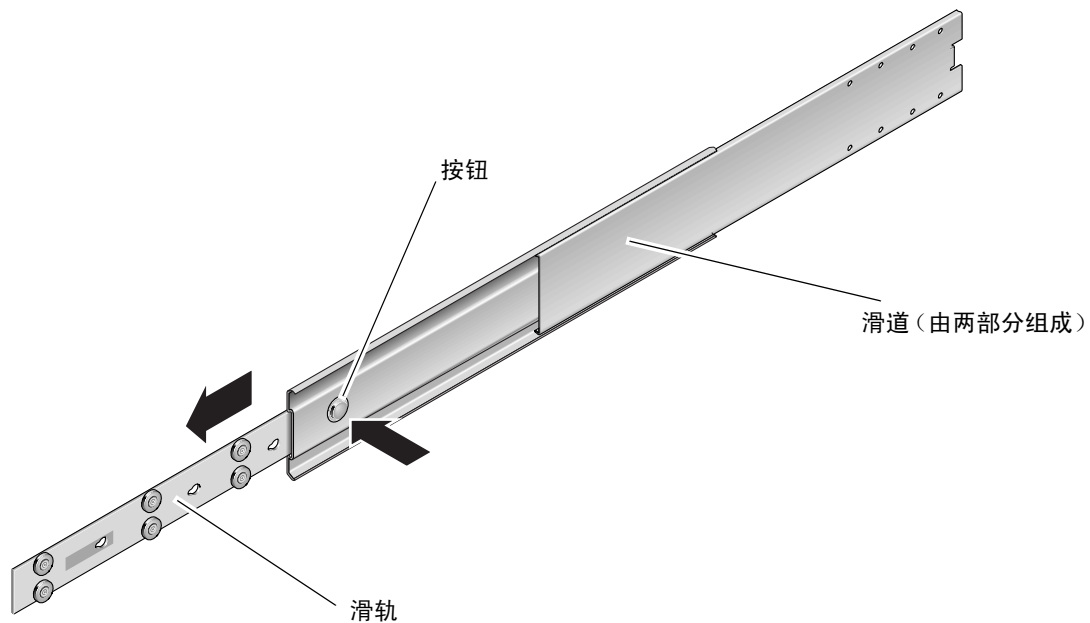

图 3-8 拆解滑道
4. 按下每个滑道上的按钮，将滑轨从滑道中完全抽出（图 3-8）。